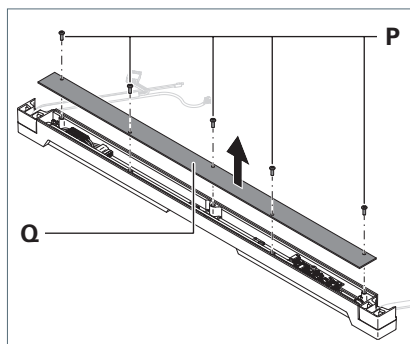

Fig. 6: Traversa - Rimuovere la copertura
4. Svitare le viti **P** dalla copertura **Q**, vedere Fig. 6.